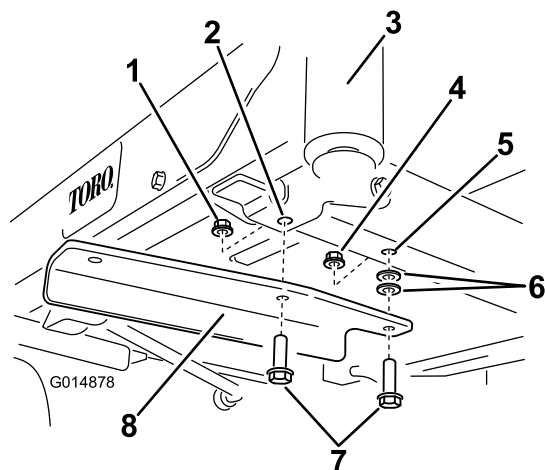

**Figure 4**
1. Localisez les boulons avant sur le dessous du cadre (Figure 3 et Figure 4).